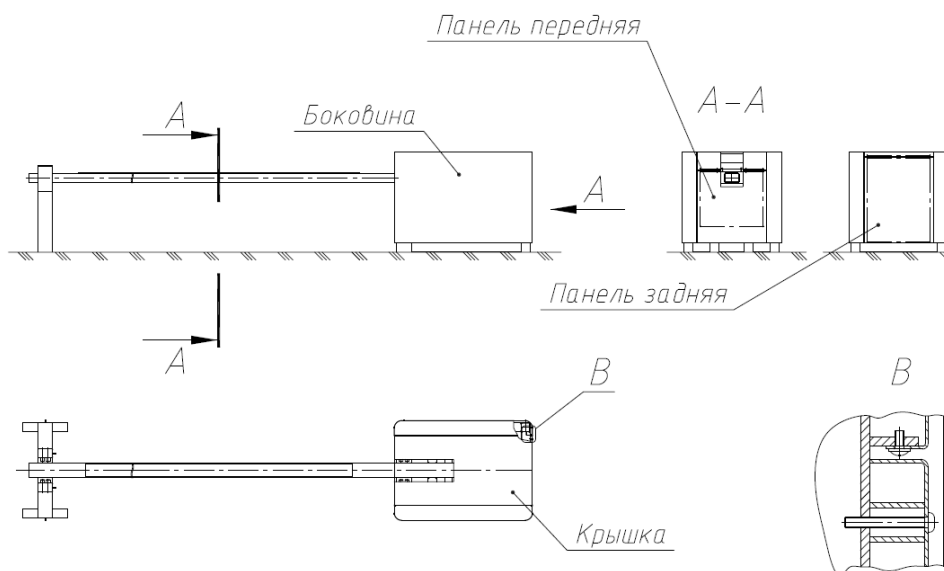
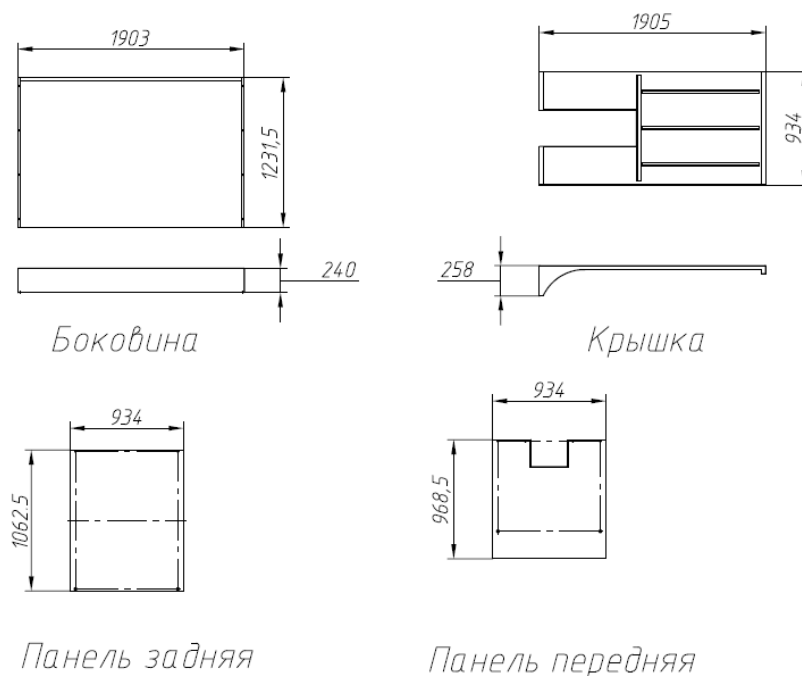

Рисунок 7
Рисунок 8
1.1.11 Установить с помощью винтов декоративные кожухи (рис. 7). Номенклатура декоративных кожухов приведена на рис. 8.